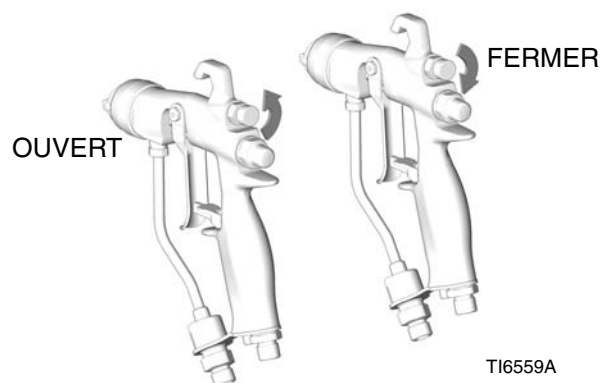

FIG. 13
4. Coupez l'air de réglage du jet en tournant le bouton à fond dans le sens des aiguilles d'une montre. Voir FIG. 13. Ceci règle le pistolet pour son jet le plus large.
Pour obtenir un jet plus étroit, tournez le bouton de la vanne de réglage du jet dans le sens contraire aux aiguilles d'une montre (vers l'extérieur). Voir FIG. 13. Si le jet n'est pas encore assez étroit, augmentez légèrement la pression d'alimentation en air au pistolet ou utilisez une buse de taille différente. (Non disponible pour les pistolets à buse RAC).